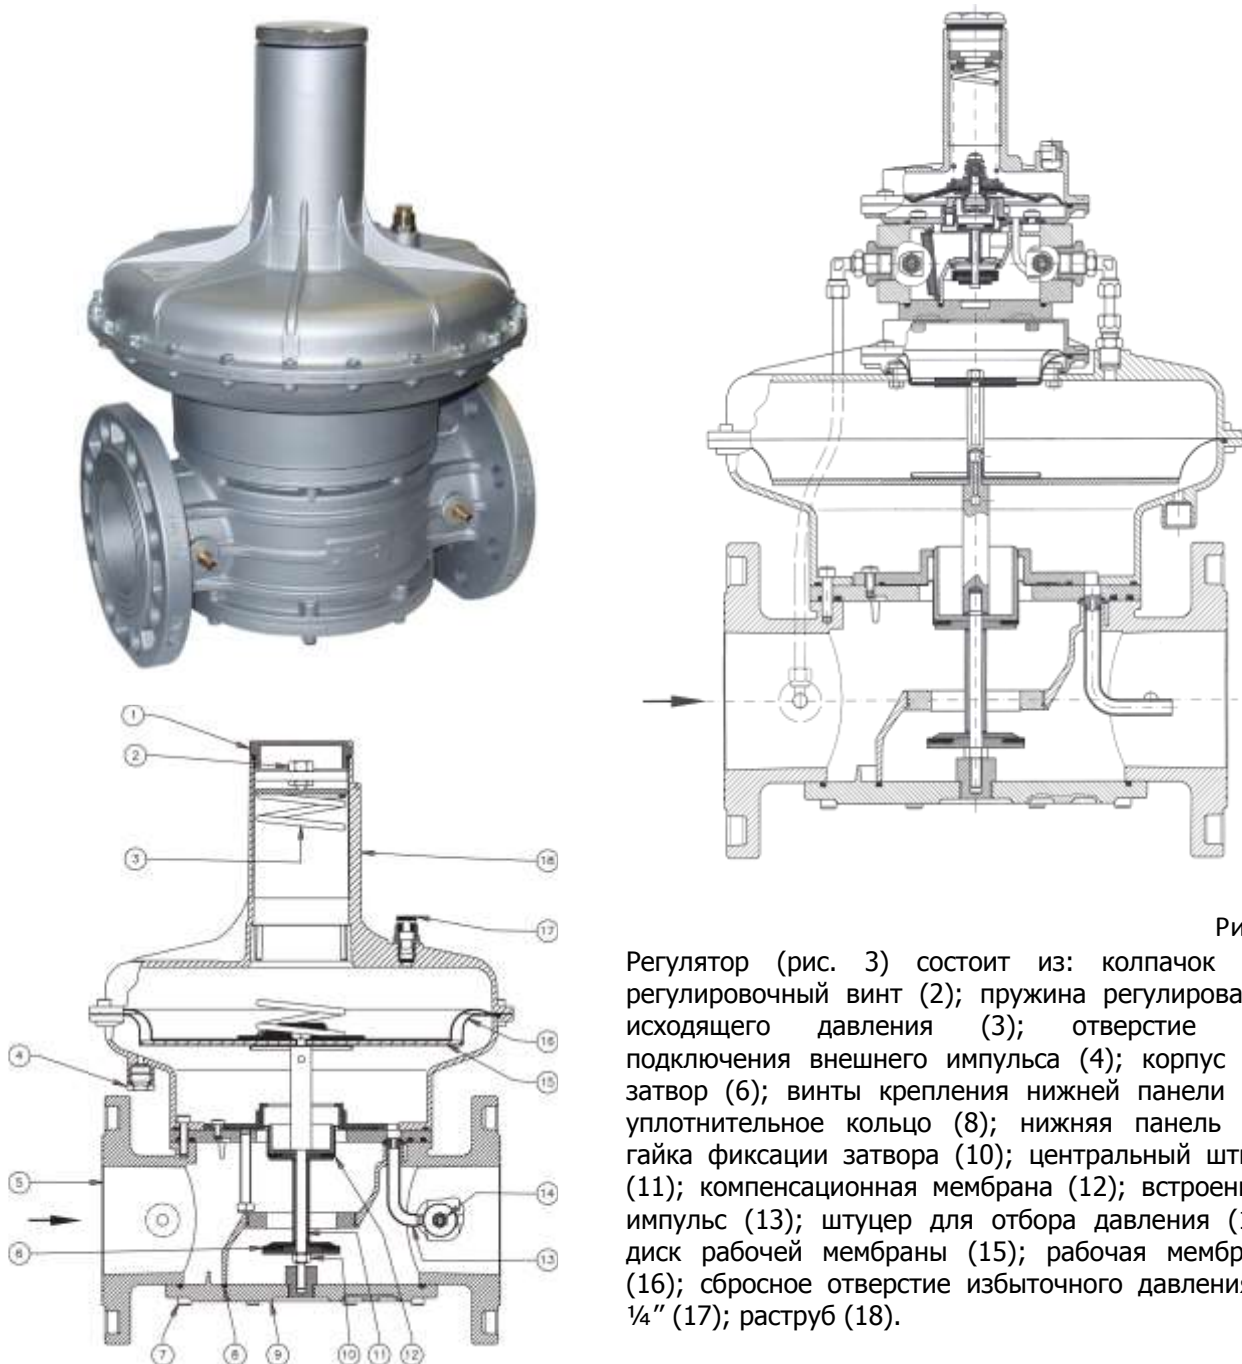

Рис. 3
Регулятор (рис. 3) состоит из: колпачок (1); регулировочный винт (2); пружина регулирования исходящего давления (3); отверстие для подключения внешнего импульса (4); корпус (5); затвор (6); винты крепления нижней панели (7); уплотнительное кольцо (8); нижняя панель (9); гайка фиксации затвора (10); центральный штифт (11); компенсационная мембрана (12); встроенный импульс (13); штуцер для отбора давления (14); диск рабочей мембраны (15); рабочая мембрана (16); сбросное отверстие избыточного давления G 1/4" (17); раструб (18).